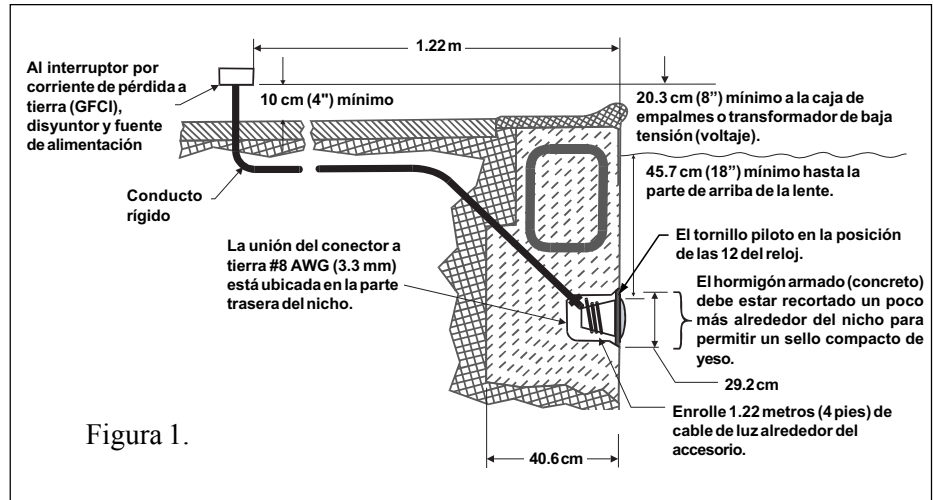

Figura 1.
A. Los siguientes pasos de preparación tienen que haberse completado por el electricista antes de instalar el accesorio para lámpara. (Vea la figura 1 abajo.)
- b. La caja de empalmes (o, para los modelos de 12 voltios, el transformador de baja tensión) esté colocada por lo menos a 20.3 centímetros (8 pulgadas) arriba del nivel de tierra y por lo menos a 1.22 m (48 pulgadas) de distancia del borde de la piscina. (Vea la figura 1.)
- d. El nicho en húmedo debe estar correctamente instalado de manera que el tornillo piloto se encuentre en la posición de las 12 del reloj y que el borde superior del lente de la lámpara subacuática se encuentre a un mínimo de 45,72 cm (18 pulg.) por debajo de la superficie del agua de la piscina. (Vea la figura 1.)
- e. El nicho mojado está unido eléctricamente en la forma correcta y conectado a tierra a través del conector a tierra Núm. 8 AWG (3.3 mm) ubicado en la parte trasera del nicho. (Vea la figura 1.)
1. Pase el cordón a través del conducto hasta la caja de empalmes, dejando por lo menos 1.22 metros (4 pies) de cordón o cable en el accesorio para lámpara para enrollarlo en la misma lámpara. (Vea la figura 1.) Este metro veintidós centímetros (4 pies) de cordón alrededor del accesorio de la lámpara le permitirá darle servicio a dicha lámpara después de que se llene de agua la piscina.
- b. La caja de empalmes (o, para los modelos de 12 voltios, el transformador de baja tensión) debe estar por lo menos a 20.3 centímetros (8 pulgadas) arriba del nivel de tierra y por lo menos a 1.22 m (48 pulgadas) de distancia del borde de la piscina. (Vea la figura 1 abajo.)
- d. El nicho mojado está instalado correctamente de tal manera que el borde superior de la lente de la lámpara subacuática está por lo menos a 45.72 cm (18 pulgadas) por debajo de la superficie del agua en la piscina. (Vea la figura 1 abajo.)
- e. El nicho mojado está unido eléctricamente en la forma correcta y conectado a tierra a través del conector a tierra Núm. 8 AWG ubicado en la parte trasera del nicho. (Vea la figura 1.)
- 5. Deje por lo menos 1.22 metros (4 pies) de cordón o cable alrededor del accesorio de la lámpara. (Vea la figura 1.) Este metro veintidós centímetros (4 pies) de cordón enrollado alrededor del accesorio de la lámpara permitirá que se le dé servicio a la lámpara después de que se llene de agua la piscina.